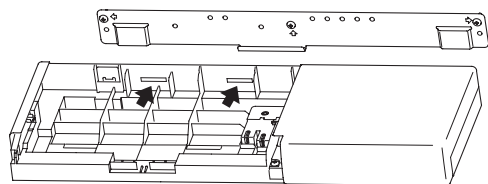

Fig. 12
10) Закачете 2-те куки на задната страна на Plasma Quad Connect ① към монтажната пластина ②. (Fig. 12)
11) Фиксирайте Plasma Quad Connect ① към стената с 2 винта ③. (Fig. 12)